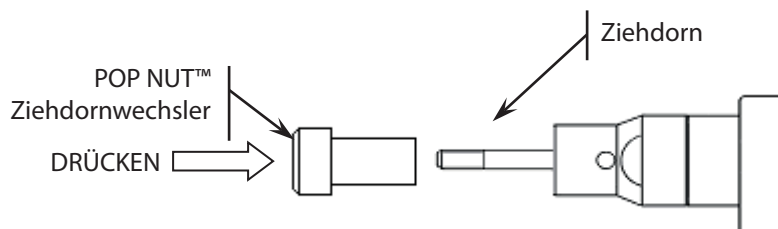

Abbildung 4: POP NUT™ Ziehdonwechsler
3. Mundstück durch Lösen und Abschrauben der Verschlussmutter vom Werkzeug entfernen (Abbildung 4).